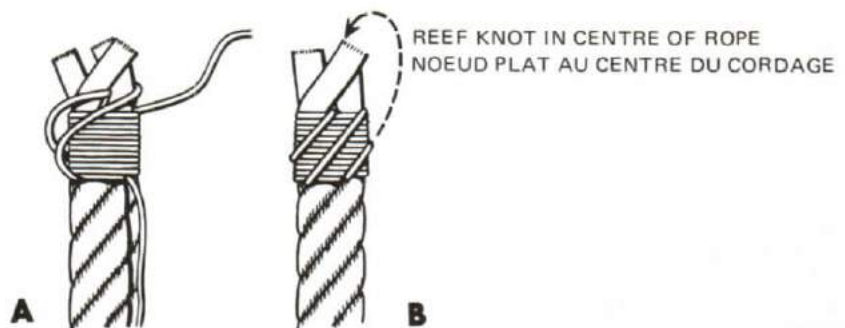

Figure 10-19
6. A Sailmaker's Whipping, see Figure 10-19, is the most secure whipping for the end of a rope. It will not work adrift by flapping about and for that reason it is used for reef points and awning stops.
6. La surliure bridée est la plus sûre pour l'extrémité d'un cordage (voir la figure 10-19). Elle ne se défait pas sous l'effet du fouettement et c'est pourquoi on l'emploie dans les garcettes de ris et les hanets de tente.